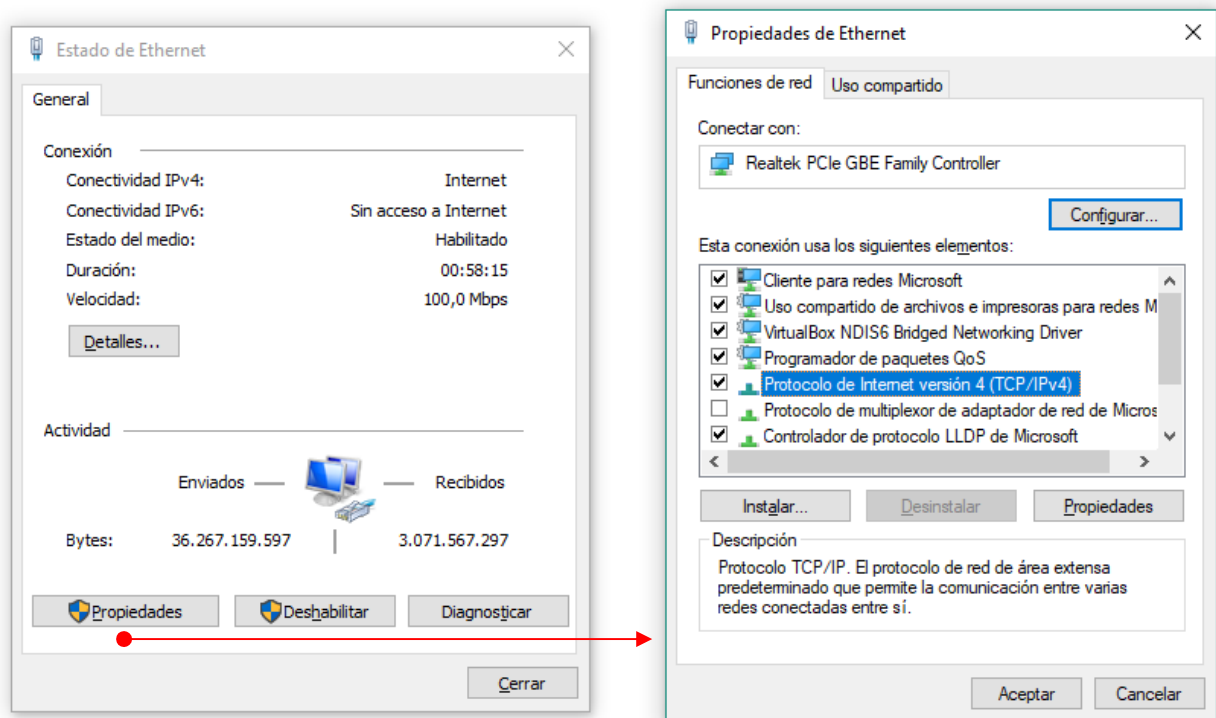

Fig. 4: Propiedades de Ethernet
- En **Windows XP**, puede acceder a la ventana de la Fig. 4 desde el **“Panel de Control”**, luego elija **“Conexiones de red”**, finalmente **“Conexión de área local”**. Click en **“Propiedades”**, seleccione **“Protocolo Internet (TCP/IP)”** y luego click en **“Propiedades”**.
- En **Windows 7** puede acceder a la ventana de la Fig. 4 desde **“Panel de control\Redes e Internet\Centro de redes y recursos compartidos”** y luego click en **“Conexión de área local”**.